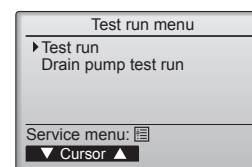

Fig. 7-2
- 2 Selecione "Test run" (Testar funcio.) no menu Teste de funcionamento e prima o botão [OK]. (Fig. 7-2)